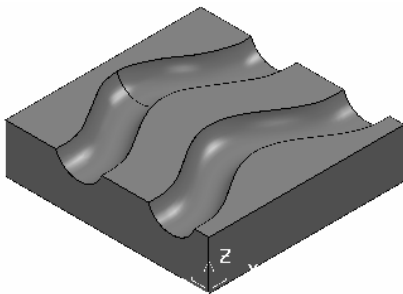

图 2-121 打开范例文件
2) 选择下拉菜单中的“文件”→“范例”命令, 弹出“打开范例”对话框, 选择“groove.dgk” (“随书光盘: \第2章\exercise7\uncompleted\groove.dgk”) 文件, 单击“打开”按钮即可, 如图 2-121 所示。